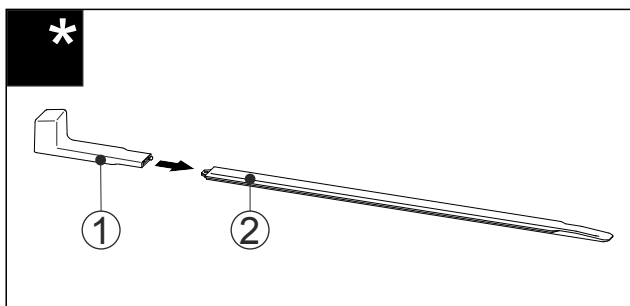

Fig. 59
- ▶ Natakните montažnu ručku Fig. 59 (1) na tračnicu za niveliranje Fig. 59 (2).